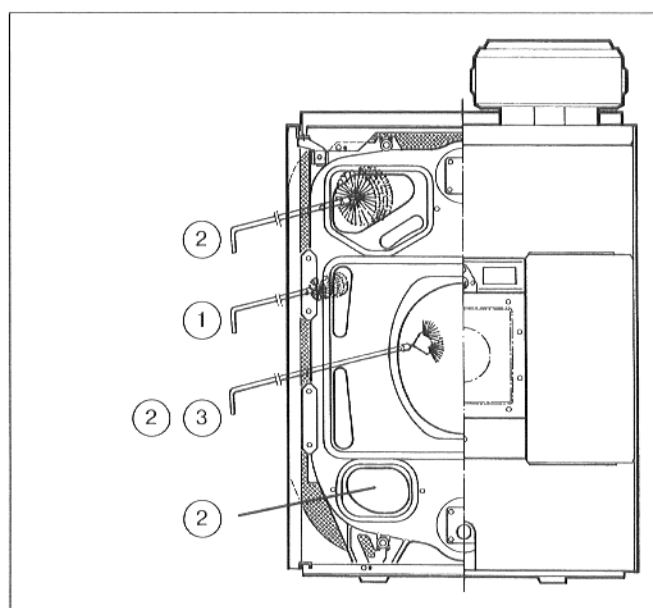

Рис. 63
- Щеткой нр. 2 производится очистка верхних газоходов, очистку следует начинать впереди (рис. 63).
- Щеткой нр. 1 производится очистка вертикальных газоходов, начиная впереди и продолжая в обратном направлении (рис. 63).
- Щеткой нр. 3 производится очистка задней стенки камеры горелки, а щеткой нр. 2 – камеры сгорания (рис. 63).
- Произвести очистку нижних горизонтальных дымоходов щеткой нр. 2, начиная впереди и продолжая в обратном направлении (рис. 63).